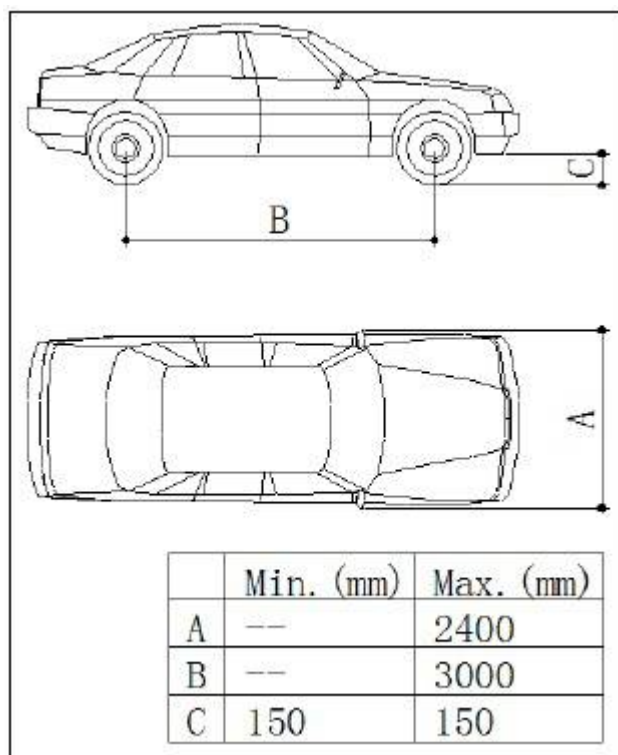
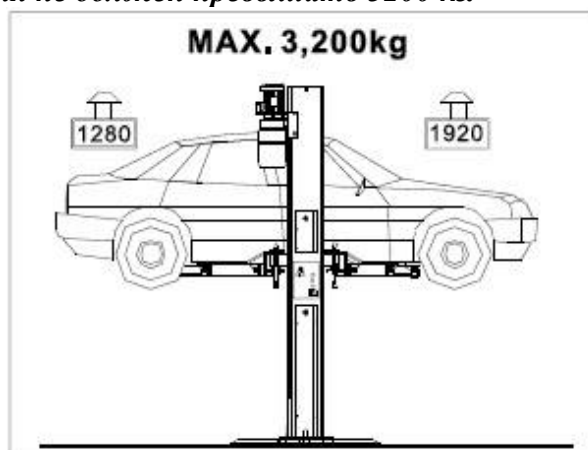

Рис. 8
Рис. 9
Во время операций подъема и опускания оператор должен находиться в зоне управления, как показано на Рис.8. Нахождение людей в границах зоны опасности, указанной на том же рисунке строго запрещено. Нахождение персонала в зоне под автомобилем разрешается только, когда машина зафиксирована в поднятом положении.
- ◆ Соблюдены все условия по габаритным размерам и массе автомобилей (Рис. 8 и Рис. 9).